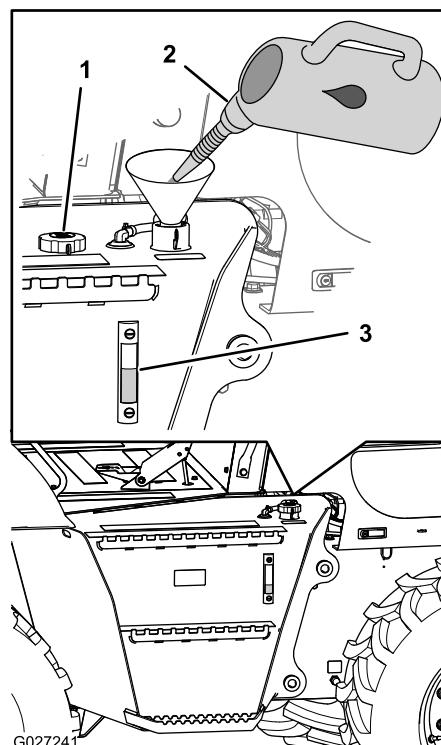

Figura 27
3. Compruebe el nivel del aceite hidráulico en la mirilla situada en el lado del depósito hidráulico (**Figura 27**).
4. Si el nivel de aceite hidráulico no es visible en la mirilla, retire el tapón de llenado (Figura 27), añada aceite hidráulico del tipo especificado hasta que el nivel de